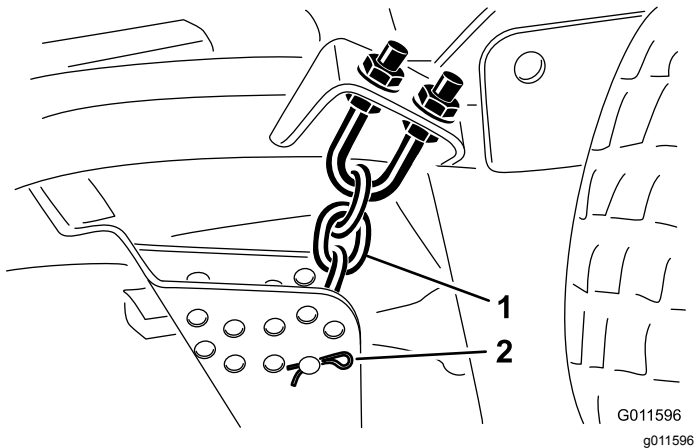

Figura 24
9. Retire el pasador de horquilla y el pasador que fijan las cadenas de ajuste de la altura de corte a la parte trasera de la carcasa de corte (Figura 24).